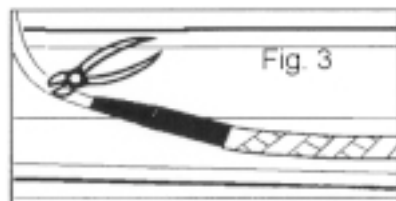

Fig. 3
3. Kapa den trasiga värmekabeln en bit in på elsladden och drag ur den från karmen (fig 3).